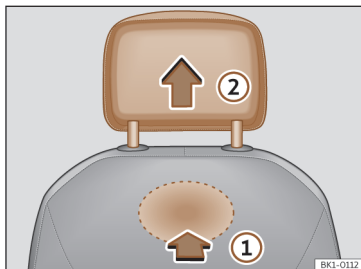

Fig. 102 Encosto de cabeça dianteiro: desmontagem.
- Para desbloqueá-lo, procure o entalhe situado na parte traseira do encosto na zona marcada e pressione no sentido da seta >>> Fig. 102 ①.
- Retire o encosto de cabeça no sentido da seta ②.